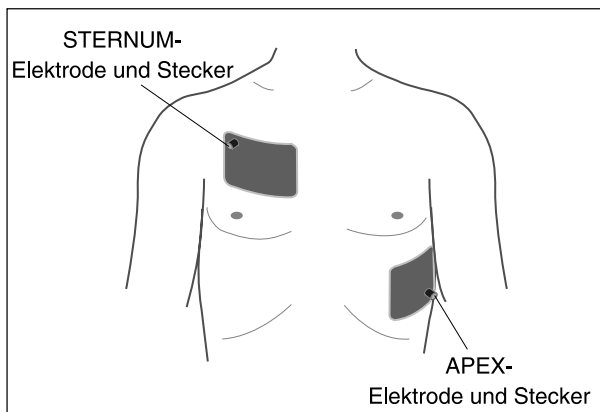

Bild 5-5. Anlegen der Defibrillations-Klebelektroden (anterior - anterior)
- * Rasieren Sie bei behaarter Brust die Abnahmestellen, um die Leitfähigkeit zu erhöhen und später das Abziehen zu erleichtern (Bild 5-5, STERNUM: rechter Sternalrand in Höhe des 2. Intercostalraumes, APEX: linke Axillarlinie in Höhe des 5. Intercostalraumes).